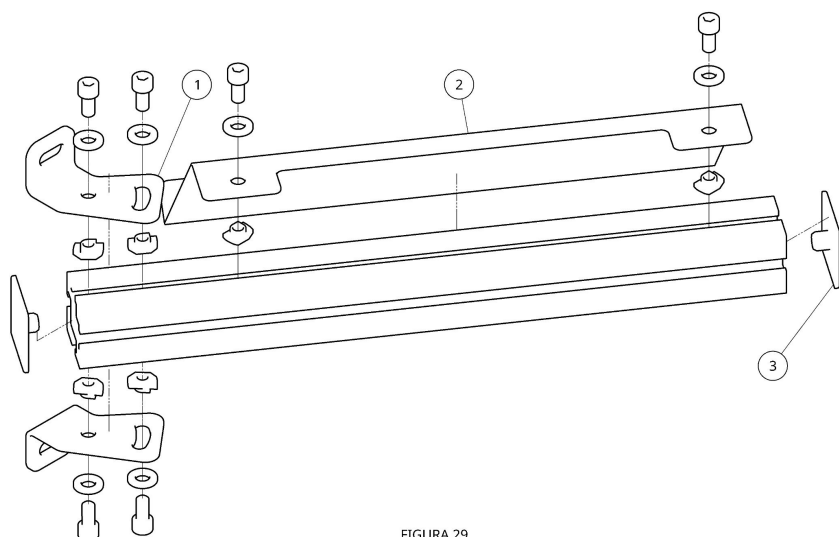

FIGURA 29
Monte as chapas (1) no perfil de alumínio, como mostra a Figura 29.